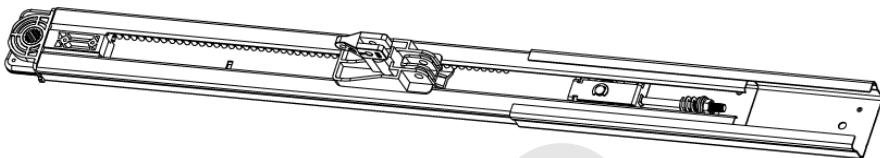

Fig 21
1. Rail avec une adjonction (Fig.21).